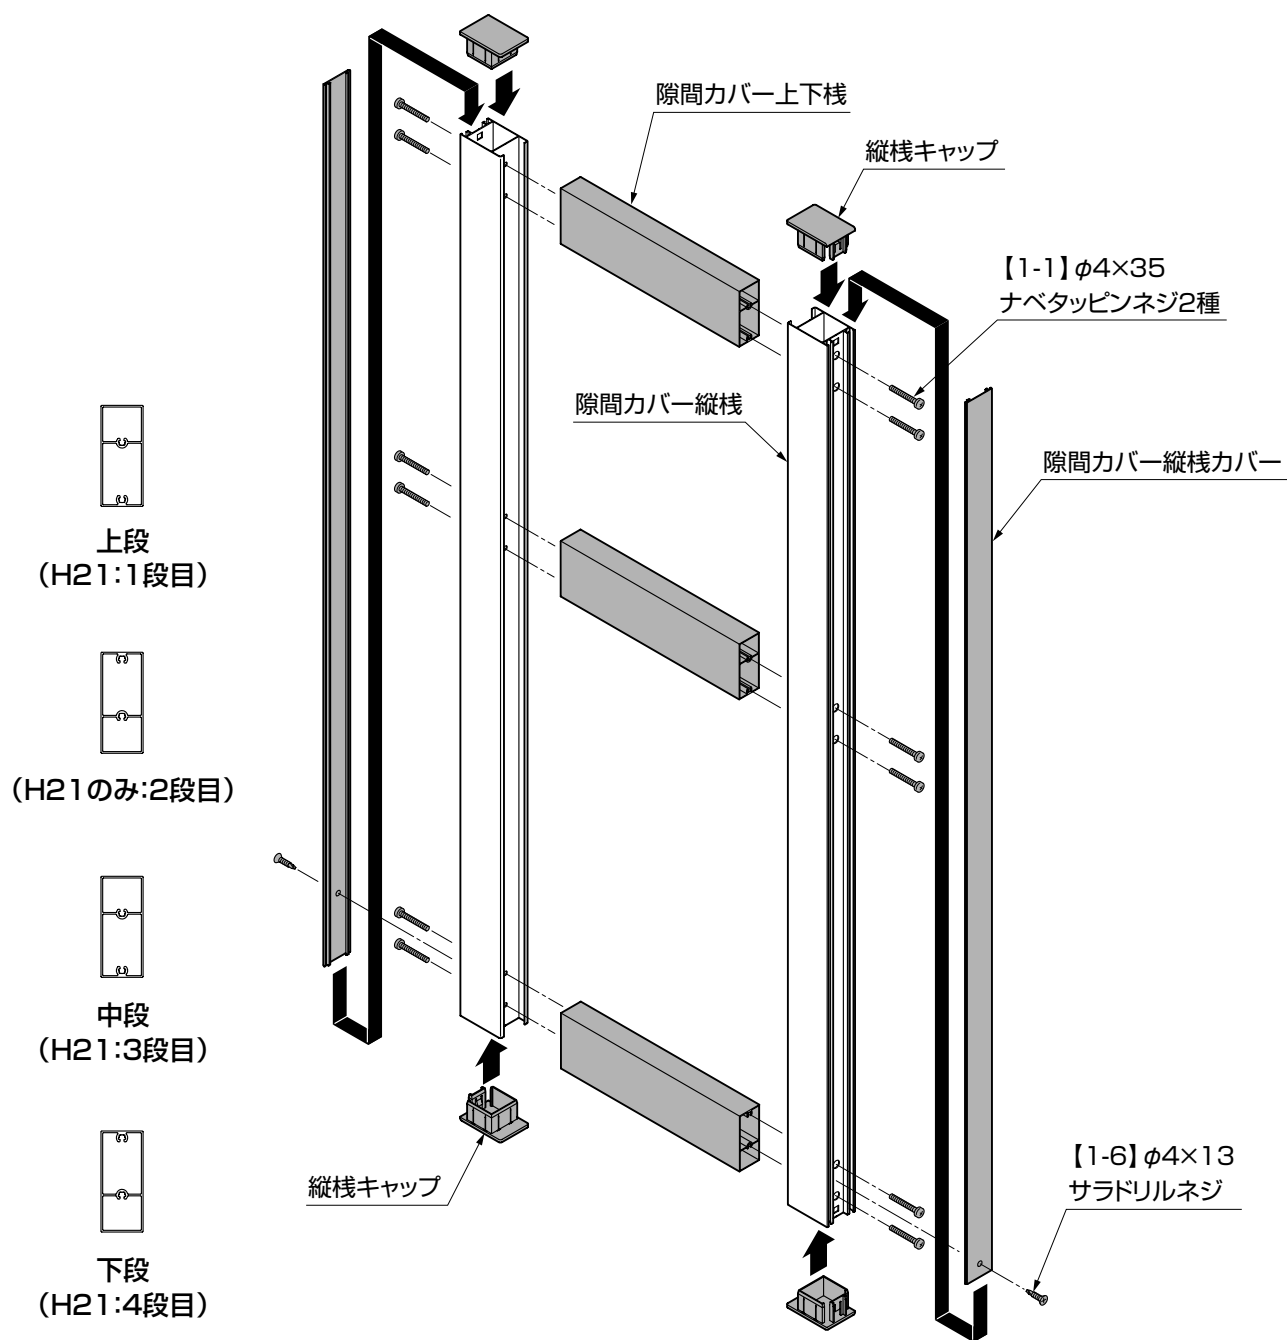

図4-1
- 隙間カバー上下棧の員数は、H12・H14・H16・H18は3本、H21のみ4本となります。(図4-1参照)
- 隙間カバー上下棧には取付け方向があります。(図4-1参照)